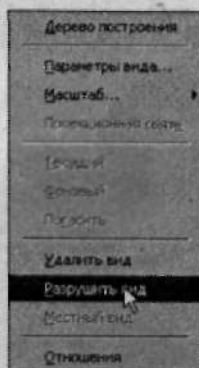

Рис. 4.48. Разрушите связь вида с трехмерной моделью
11. Выделите вид (для этого щелкните мышкой по ограничивающей его рамке), а затем щелкните правой кнопкой мыши. Из появившегося меню выберите **Разрушить вид** (рис. 4.48). В появившемся диалоговом окне щелкните по кнопке **ОК**. Эта операция необходима, чтобы разрушить связь созданного вида с моделью. Так, если не разрушать связь, то любые изменения в трехмерной модели отразятся и ассоциированном с ней чертеже, что нам для дальнейшей работы не нужно.